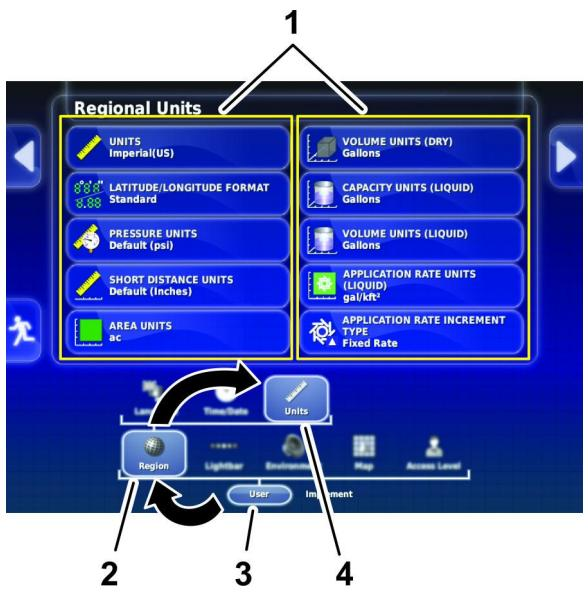

图 19
2. 按用户图标 图 19。
3. 按地区图标 图 19。
4. 按单位图标 图 19。